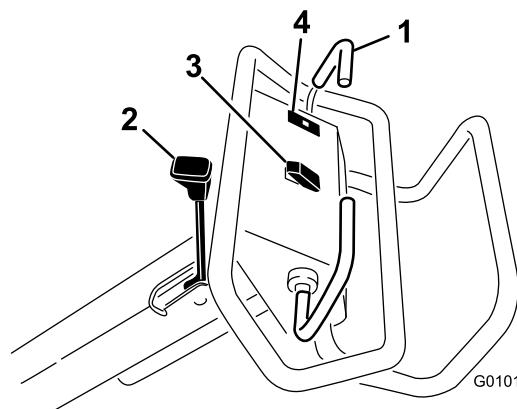

Figura 12
Para conducir hacia adelante, mueva la palanca de tracción hacia adelante. Para conducir hacia atrás, mueva la palanca de tracción hacia atrás (Figura 12).
Para poner el freno de estacionamiento, mueva la palanca hacia el motor. Para quitar el freno de estacionamiento, mueva la palanca hacia adelante (Figura 12).
El indicador de presión del aceite (Figura 12) se enciende cuando la presión de aceite del motor cae por debajo de un nivel seguro. Si se produce esta condición, pare el motor e investigue la causa. Repare la avería antes de arrancar el motor de nuevo.
**Elevar** – pulse la parte superior del interruptor (Figura 12) para elevar y desengranar el cabezal de perforación. El motor debe estar en marcha para generar presión de elevación. Si el cabezal de perforación está más bajo que la altura de transporte, consulte Reinicio del circuito de control del sistema.
**Bajar/Engranar** – pulse la parte inferior del interruptor (Figura 12) para bajar y engranar el cabezal de perforación. Para poder accionar el interruptor, la palanca de tracción debe estar desplazada hacia adelante.